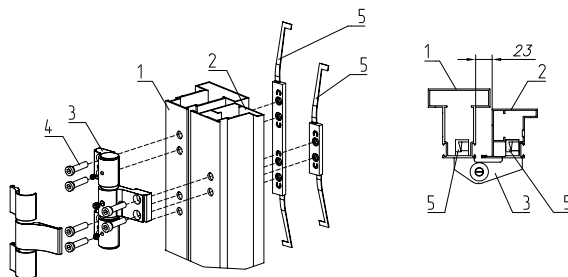

Рис. 56. Установка петли на стойку калитки:
- установка петель. Уложить импост (столб) 1 (рис. 56). На расстоянии 23 мм уложить стойку 2 (без пазов для установки замка). Торец импоста (столба) должен быть выше верхнего края стойки на 5 мм. Далее завести длинную закладную пластину из комплекта крепления 5 в импост (столб), короткую пластину — в стойку, совместив резьбовые отверстия пластин с отверстиями импоста (столба) и стойки. Установить петлю (крышки секции предварительно следует снять) и закрепить ее к импосту (столбу) и стойке винтами 4. Аналогичным образом произвести монтаж второй петли. Установка крышек петли производится после проведения регулировочных работ. Порядок сборки и регулировки петель описан в приложении.